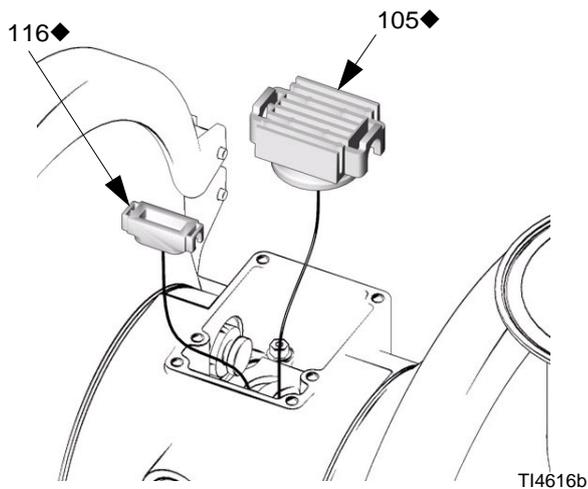

FIG. 11
6. Graissez la face inférieure du bloc de commande (116) et installez de sorte que les languettes rentrent dans les rainures des extrémités des axes de commande (114). Consultez la FIG. 11.
7. Graissez la face inférieure du chariot de vanne (105). Consultez la FIG. 11.
8. Installez le chariot de vanne (105) de sorte que ces languettes rentrent dans les rainures de l'extrémité fine des pistons d'actionneur (111). Consultez la FIG. 11.